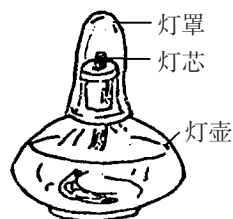

图 1-2 酒精灯
3. 酒精灯 酒精灯（图 1-2）是实验室常用的加热仪器，不用时，必须将灯罩罩上，以免酒精挥发。使用前，先检查灯芯，如灯芯不齐或烧焦，要进行修整。